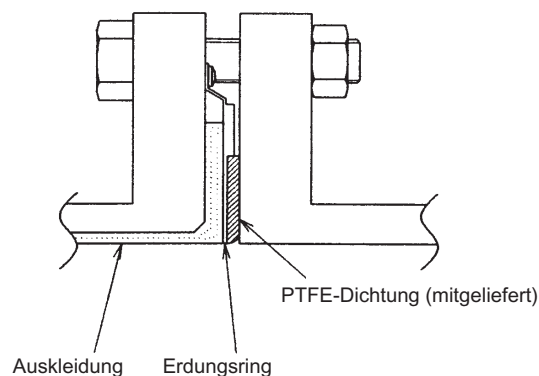

Abbildung 2-28 Installation mit Erdungsring aus anderem Material als SUS
- Installieren Sie den Detektor wie in Abbildung 2-28 gezeigt. Das korrekte Drehmoment entnehmen Sie bitte Tabelle 2-5 auf Seite 2-26.